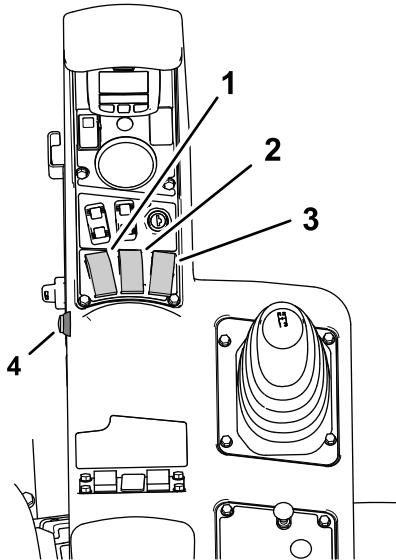
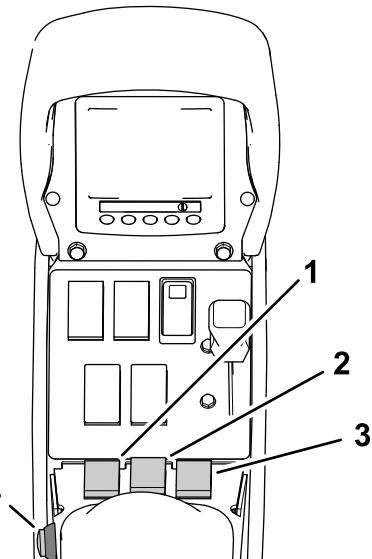

图 162
图 163
9. 将 3 个喷洒臂段开关位于机器控制台内设定至开启位置 图 162 和图 163。